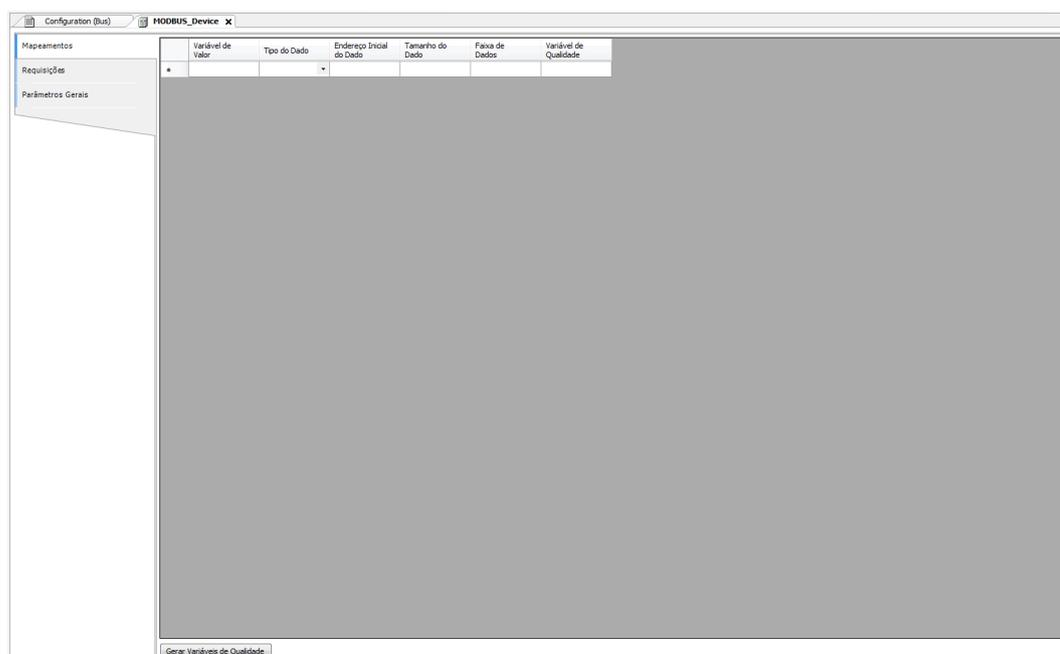

Figura 71: Tela de Mapeamentos de Dados MODBUS
- Adicionar e configurar os mapeamentos MODBUS na aba Mapeamentos conforme Figura 71, especificando o nome da variável, tipo de dados e endereço inicial do dado, o tamanho do dado e a faixa são preenchidos automaticamente.